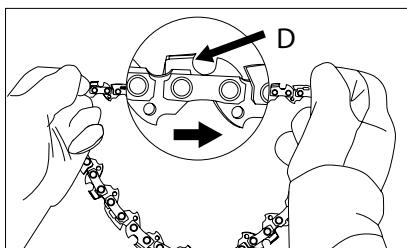

Abb. 7
5. Legen Sie die Kette in den Kreis, richten Sie dabei die Schnidkkanten (D) entsprechend den Anzeigern auf der Abdeckung und auf der Schiene der Kettensäge (Abb. 7).